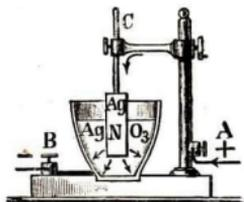

Abb. 335. Silbervoltameter
3. Silberausscheidung (Abb. 335). Aus einem Silberbad (Silbersalzlösung) scheidet ein Strom von
Erkläre Abb. 335! Als Anode dient ein Silberstift (warum?), als Kathode eine abnehmbare Platinschale, als Silberbad eine Lösung von Höllenstein AgNO_3 .